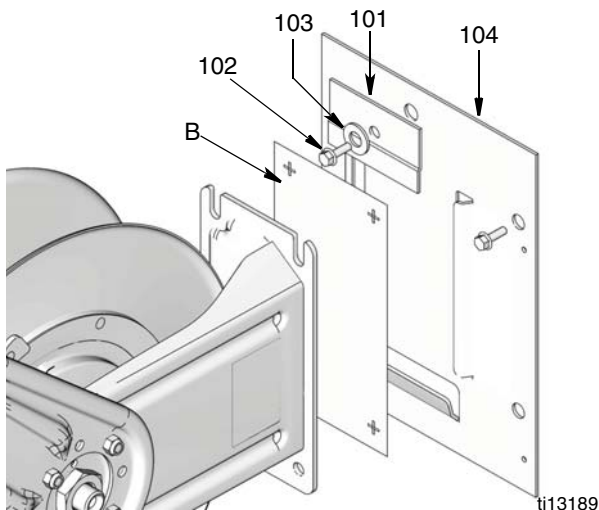

ABB. 10
2. Legen Sie den Installationsort der Aufrolleraufnahme fest. Montieren Sie den Aufroller an einer Wand, indem Sie zum Bohren die mitgelieferte Bohrschablone (B) verwenden.
Sie können die Sockelplatte (104) an der Wand montieren, um den Schlauchaufroller leichter zu installieren oder zu Wartungszwecken abnehmen zu können (ABB. 10).
3. Schieben Sie den Schlauchaufroller auf die Sockelplatte (104) und bauen Sie die Halteplatte (101) mit der Sicherungsscheibe (103) und Hutmutter (102) ein. Schraube gut festziehen (ABB. 10).